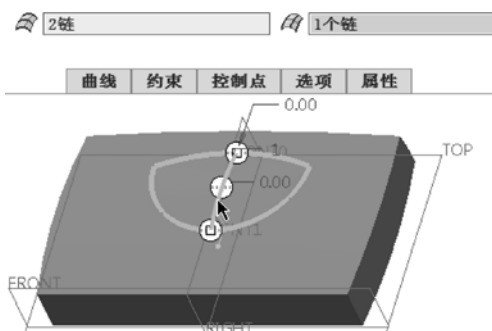

图 7-164 选择第二方向曲线
- 3 在“边界混合”选项卡中单击“第二方向链收集器”的框将其激活，选择“草绘 2”曲线，如图 7-164 所示。